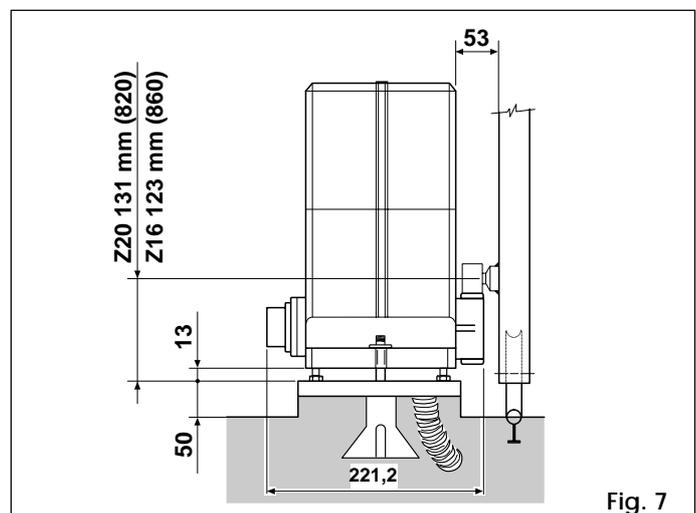

Fig. 7
N.B.: Il est préférable de poser la plaque de fondation sur un socle béton à environ 50 mm du sol (Fig.7).
- 3) Ajuster la hauteur des pieds et la distance par rapport au portail comme indiqué Fig.7.